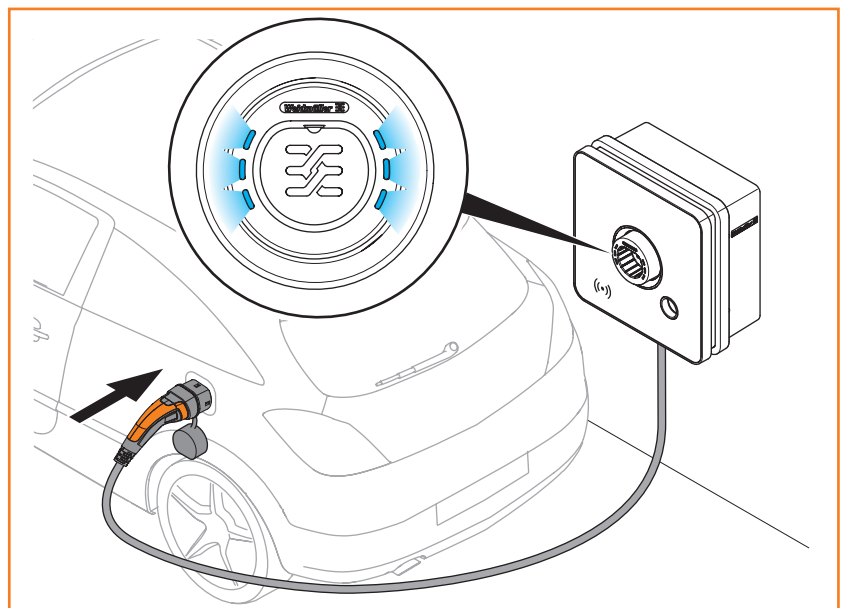

Bild 6 Fahrzeug mit dem Produkt verbinden
- ▶ Stellen Sie mit dem Ladekabel eine Verbindung zwischen dem Produkt und dem Fahrzeug her (siehe Bild 6).